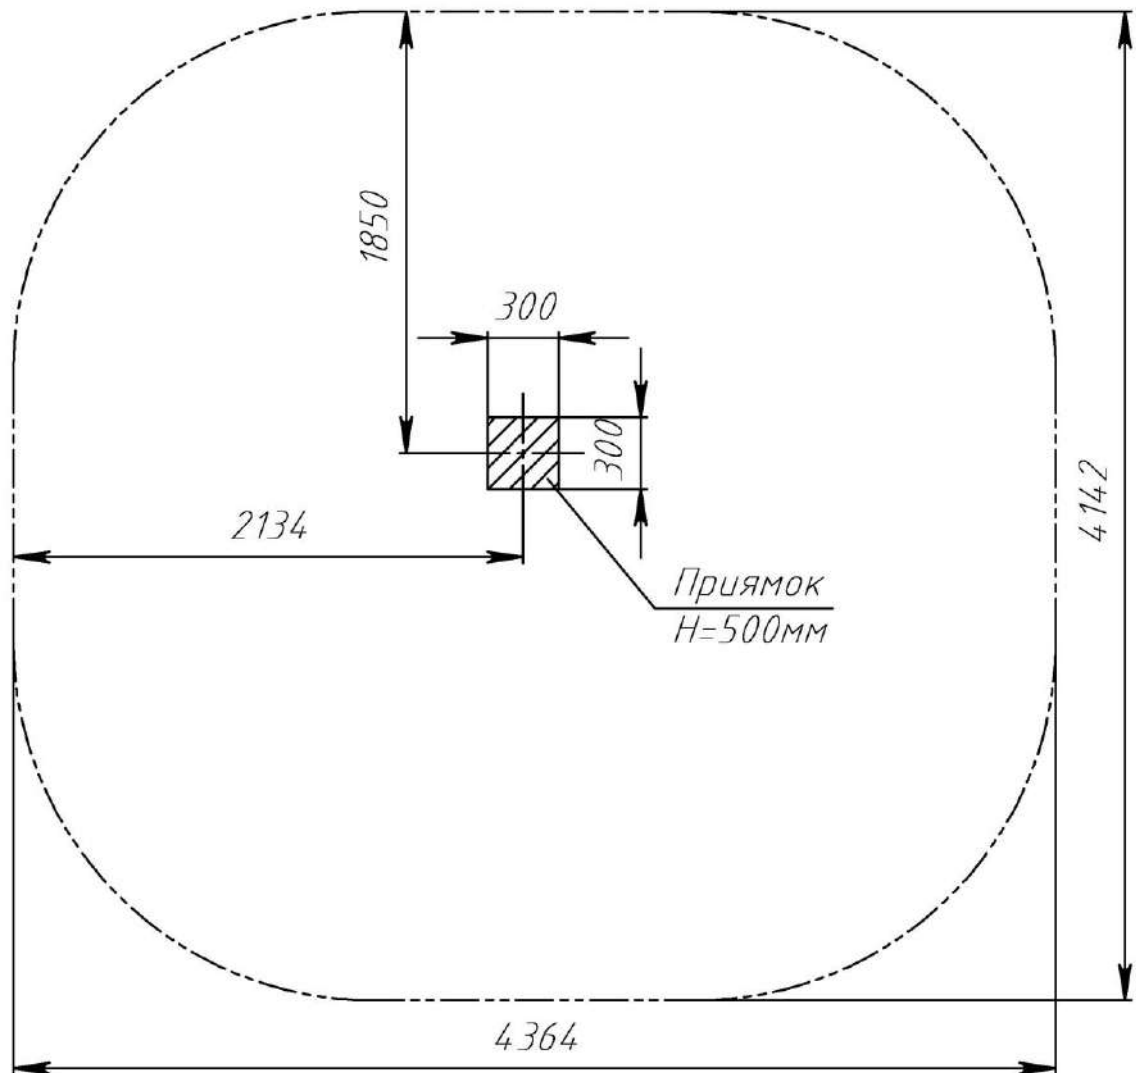

Рис.3. План фундамента тренажера "Гиперэкстензия + пресс" РТР 504Т
3.6. Монтаж тренажера заключается в бетонировании фундаментного блока **6** и закреплении на нем стойки **1**. Фундаментный приямок выполнить в соответствии с планом фундамента (рис. 3).